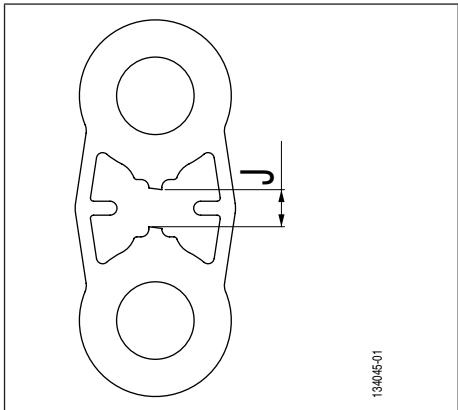
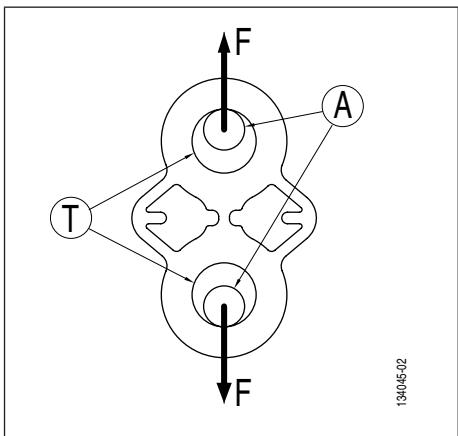
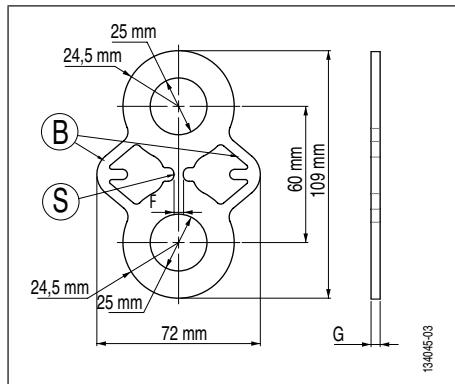
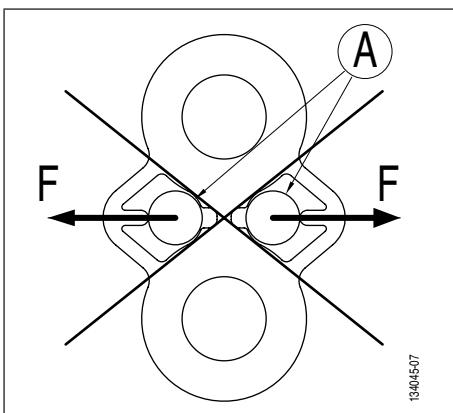

Fig. 1
Fig. 2
Fig. 3
Fig. 5
A carga de teste é atingida com a ruptura da seção central da placa (Fig. 3, página 51, item S). Um par de braços de retenção (Fig. 3, página 51, item B) permite garantir a manutenção da linha de carga após a ruptura da seção indicadora ‘S’.
Uma gama completa de placas de teste TA foi desenvolvida para testar em tração os pontos de amarração. Os furos de fixação (Fig. 2, item T) das placas são dimensionados para receber manilhas lira de alta resistência. As diferentes referências de placas de teste TA são fabricadas em aço inoxidável da mesma nuance para garantir a ruptura da seção (Fig. 3, página 51, item S) com uma precisão de +/- 10% em relação à carga de ruptura CR indicada na placa (capítulo 11. Marcações). Os braços de retenção (Fig. 3, página 51, item B) são dimensionados para garantir uma resistência mecânica no mínimo igual à carga de ruptura CR indicada na placa.
- Colocação sob carga da placa de teste TA (Fig. 2).
- À carga de ruptura CR indicada na placa (capítulo 11. Marcações) ruptura da seção S (Fig. 3, página 51, item S).
- Alongamento da placa e aparição de uma folga ‘J’ entre as duas metades superior e inferior da placa de teste TA (Fig. 1, folga J).
PERIGO: Se operador recolocar a placa sob carga após a ruptura da seção 'S', existe um risco de ruptura dos braços de retenção (*Fig. 3, página 51*, item B) e queda do aparelho de carga A folga 'J' máxima (*Fig. 1, folga J*) não deve exceder 15 mm.
PERIGO: É estritamente proibido fixar os eixos de manilha nos braços de retenção (Fig. 5, página 52).
2. Verificar que a placa de teste de ruptura TA está corretamente amarrada (Fig. 2, página 51 e Fig. 5, página 52).
6. Amarrar a placa de teste TA pelos seus braços de retenção (cf. *Fig. 5*, *página 52*).